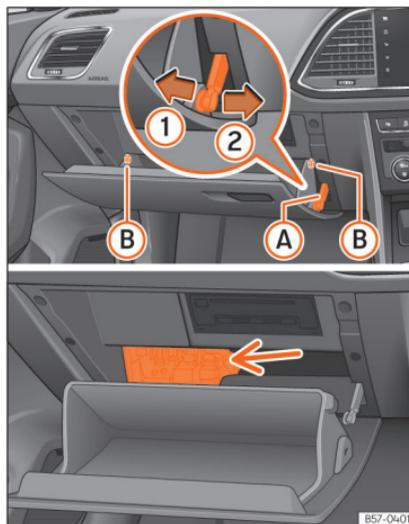

Abb. 50 Handschuhfach (Rechtslenker): Zugang zum Sicherungskasten.
- Verriegelungstaste » **Abb. 50 A** in zwei Schritten ausbauen: zunächst Verriegelungstaste nach hinten ziehen (Pfeil ①) und danach etwas nach rechts schieben (Pfeil ②). Führung ausbauen, wenn die Abdeckung normal geöffnet ist (30°).